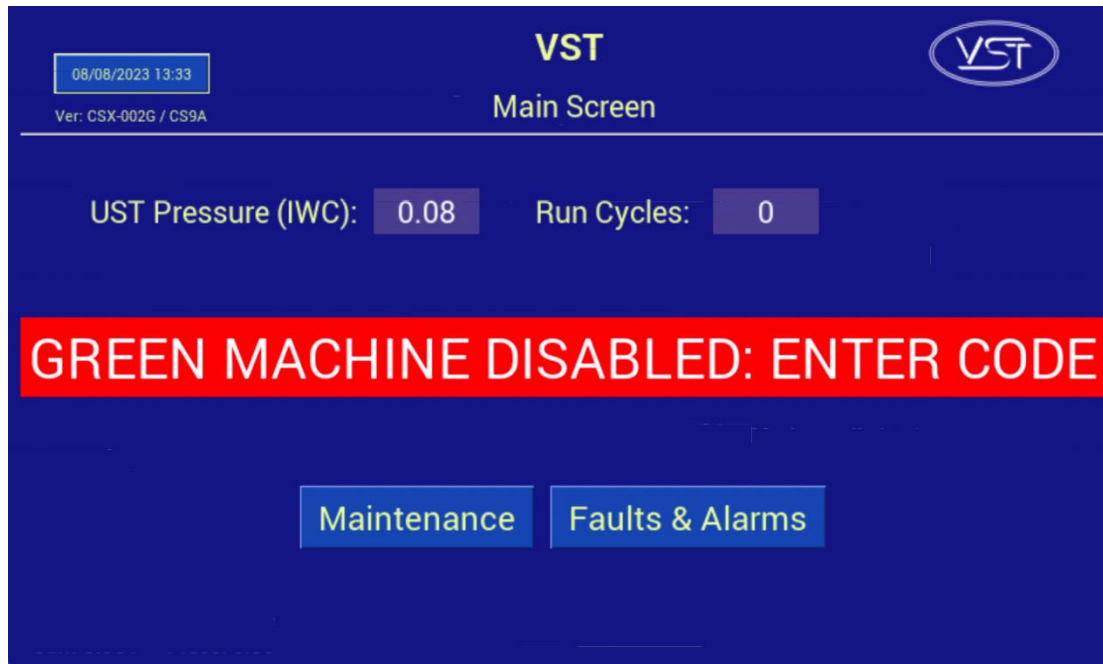

Figura 3-1: Pantalla principal con GREEN MACHINE DISABLED: ENTER CODE
- Después de la instalación y alimentación de energía del panel de control VST, **Figura 3-1** éste muestra la pantalla principal con la etiqueta **GM DISABLED- ENTER CODE**, que se analizará más adelante en este capítulo.
4. Vea la **Figura 3-1**: Pantalla principal del panel de control de VST – GM DISABLED – ENTER CODE.